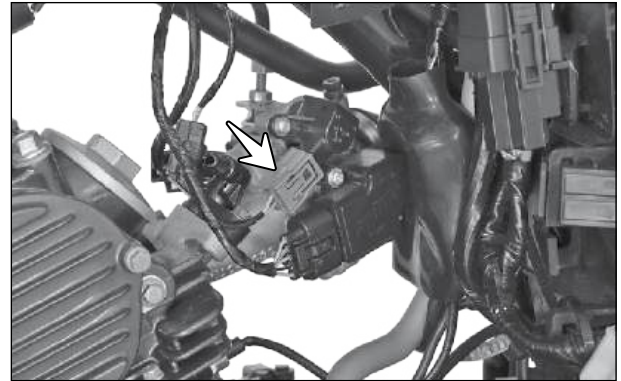

Fig. 5.25
- O solenoide de controle de ar da marcha lenta (seta) controla a quantidade de fluxo de ar na câmara de combustão com base no sinal da ECU. (Fig. 5.25) Verifique a resistência da IAS da seguinte maneira: